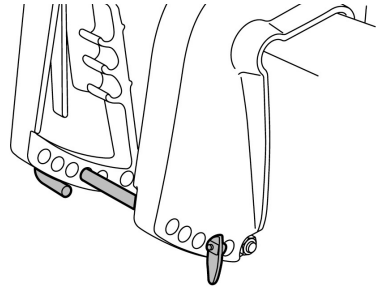

Рис. 38 Шток установки угла дифферента
Вертикальный угол дифферента подвесного лодочного мотора регулируется установкой штока в одно из имеющихся регулировочных отверстий (Рис. 38).
- Поверните стопорную пластину и вытяните шток из кронштейна крепления. Вставьте шток в следующее регулировочное отверстие и зафиксируйте его стопорной пластиной (Рис. 38).